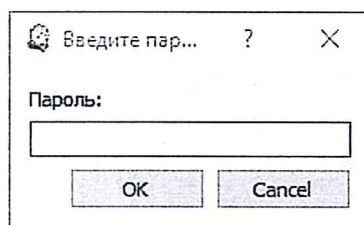

Рисунок 45 – Окно «Введите пароль»
– в появившемся окне «Введите пароль» (рисунок 45) ввести пароль и нажать кнопку «ОК». Для отмены операции следует нажать кнопку «X» или «Cancel».